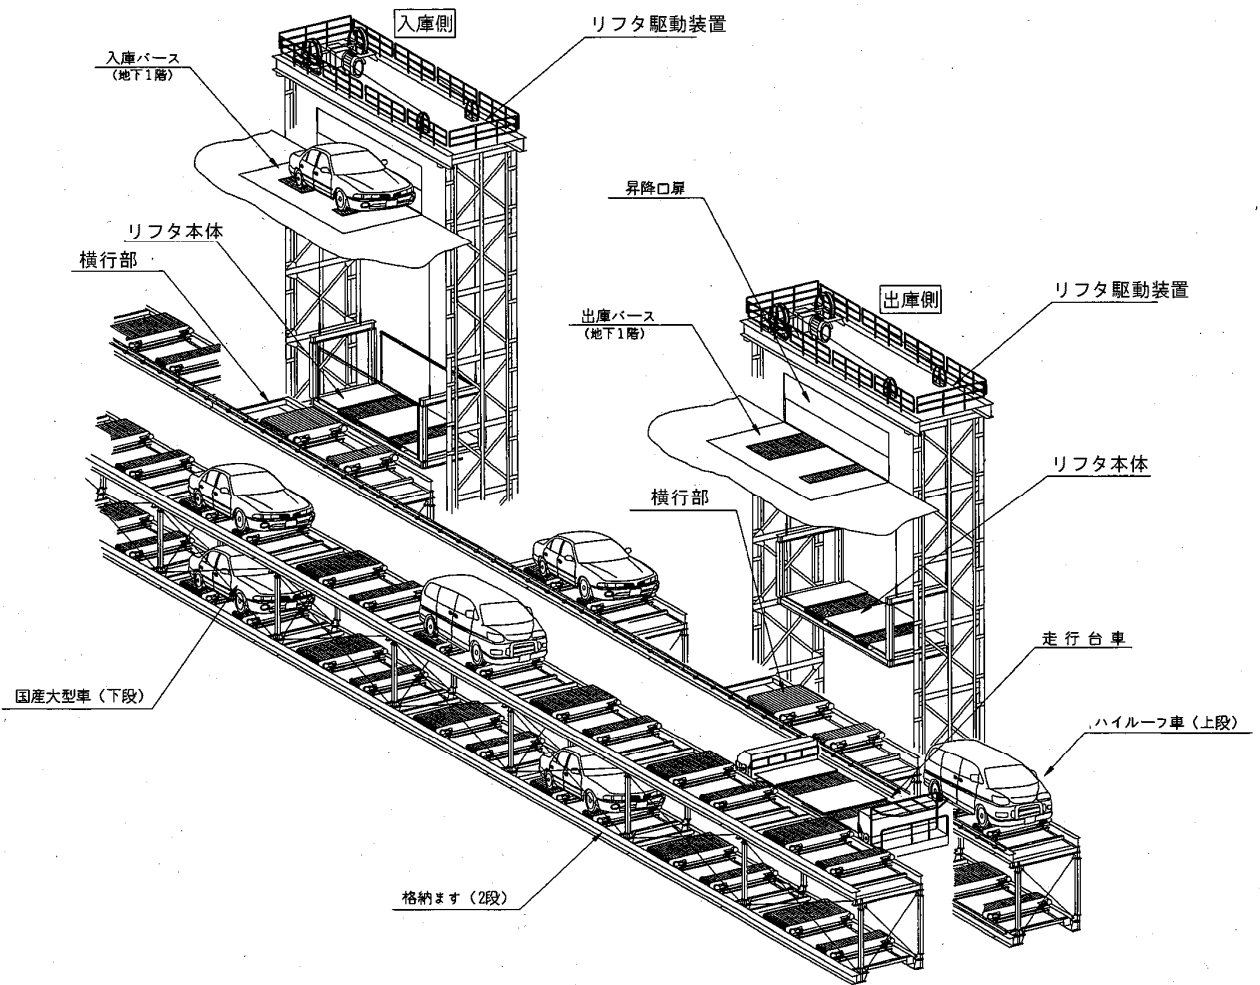

図1-2 機械式駐車場設備の設備区分と構成例
2. 図1-1及び図1-2に機械式駐車場設備の設備区分と構成例を示す。